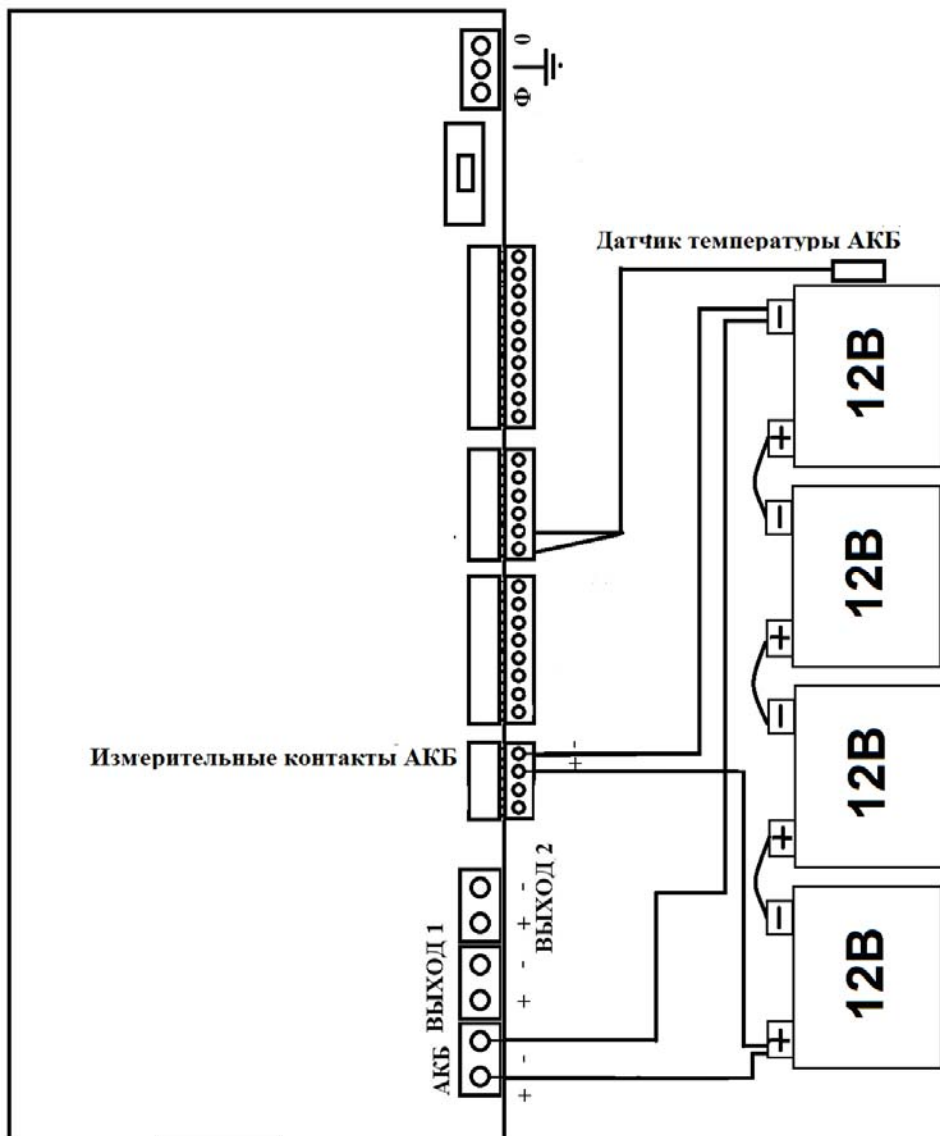

Рисунок 7 – Подключение АКБ в батарею.
- подключить, соблюдая полярность, внешнюю АКБ состоящую из 4-х батарей соединённых последовательно к изделию (см. рисунок 7). Провода сечением 2,5 мм2 - к клеммам колодки «АКБ». Провода сечением 0,35 мм2 - к клеммам колодки «Измерительные контакты АКБ»;